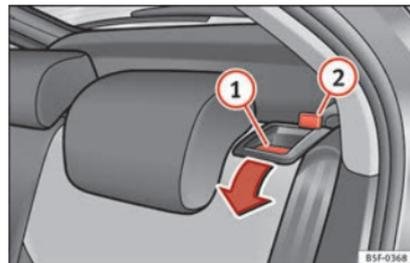

Fig. 151 Palanca de desbloqueo del respaldo.
- Pulse la palanca de desbloqueo »» fig. 151 ① en el sentido de la flecha.
- Levante el respaldo hasta que encastre bien »» ⚠. Si ha encajado correctamente, ya no se deberá poder ver la marca roja del pasador »» fig. 151 ②.